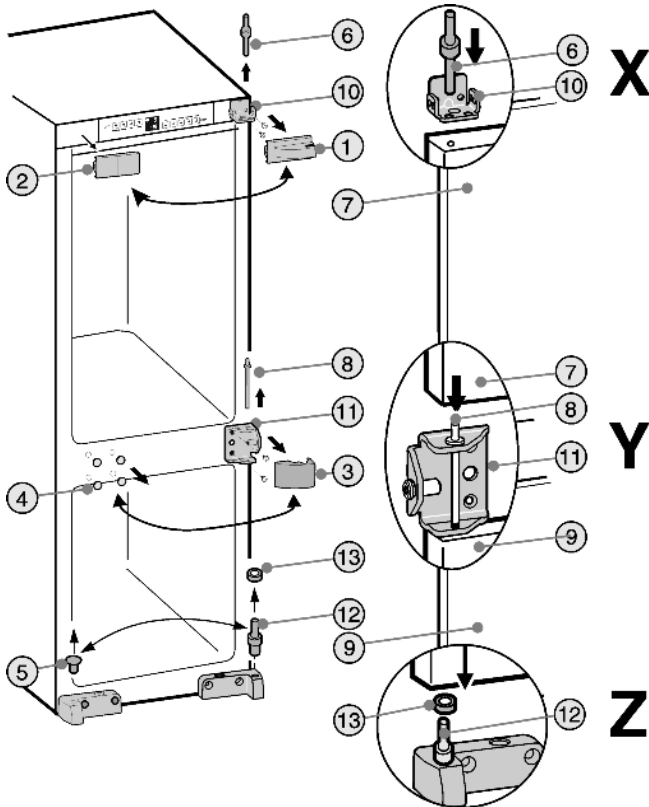

Fig. 3
► Staccare gli elementi di copertura Fig. 3 (1,2,3,4,5).
- Svitare il perno cuscinetto superiore Fig. 3 (6) dalla porta del vano frigorifero Fig. 3 (7).
- Ribaltare leggermente in avanti la porta del vano frigorifero Fig. 3 (7) e toglierla sollevando verso l'alto.
- Svitare il perno cuscinetto centrale Fig. 3 (8).
- Staccare la porta del vano congelatore Fig. 3 (9).
- Svitare il supporto cuscinetto superiore Fig. 3 (10) e il supporto cuscinetto centrale Fig. 3 (11) e riavvitare sul lato opposto con le stesse viti.
- Cambiare di posizione al perno cuscinetto inferiore Fig. 3 (12) con rondella Fig. 3 (13).
- Appoggiare la porta del vano congelatore in basso sul perno cuscinetto Fig. 3 (12) e sulla rondella Fig. 3 (13). **Dettaglio Z**
- Inserire e avvitare saldamente il perno cuscinetto centrale Fig. 3 (8) mediante il supporto cuscinetto centrale Fig. 3 (11) nel cuscinetto della porta. **Dettaglio Y**
- Appoggiare la porta del vano frigorifero sul perno cuscinetto centrale Fig. 3 (8). **Dettaglio Y**
- Inserire e avvitare saldamente il perno cuscinetto superiore Fig. 3 (6) attraverso un foro **esterno** nel supporto cuscinetto Fig. 3 (10) all'interno del cuscinetto della porta del vano frigorifero Fig. 3 (7). **Dettaglio X**
- Rimontare gli elementi di copertura Fig. 3 (1,2,3,4,5) ruotati di 180 gradi rispettivamente sul lato opposto.